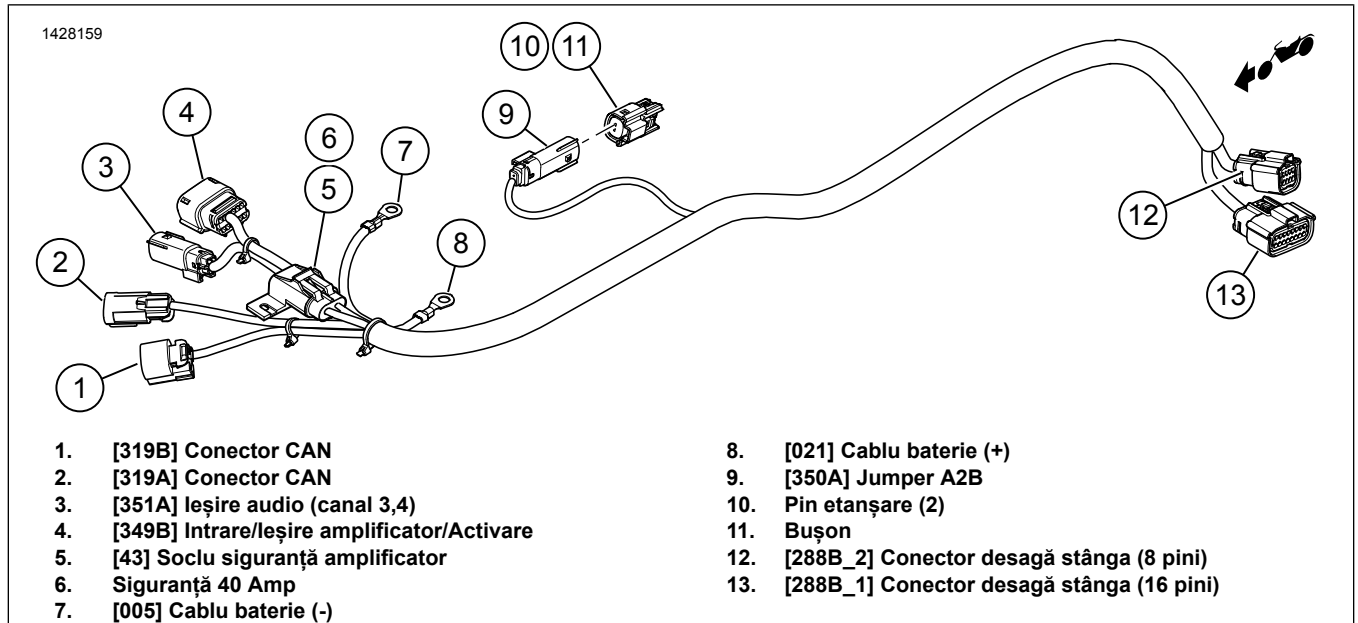

Figura 13. Conectori pentru cablaj extern (2017 și ulterioare)
A se vedea figura 13. Dacă **NU** este instalat un amplificator secundar, introduceți pinii de etanșare (10) în capac (11) și conectați la conectorul [350A] (9).
De asemenea, consultați Figura 13 privind conectorii pentru cablaj extern din 2017 și mai recent.